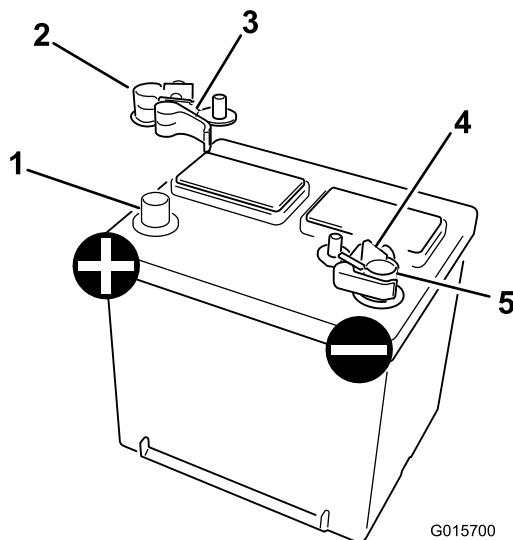

Figure 4
2. Montez les connecteurs rapides sur les bornes de la batterie, en dirigeant les bras de fixation vers l'extérieur (Figure 4). Placez le connecteur non modifié sur la borne positive de la batterie. Placez le connecteur modifié sur la borne négative de la batterie.